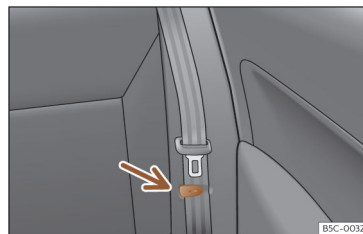

Fig. 89 Banco traseiro: pinça para fixar o cinto de segurança.
- Coloque os cintos de segurança laterais no suporte do revestimento >>> **Fig. 89**.